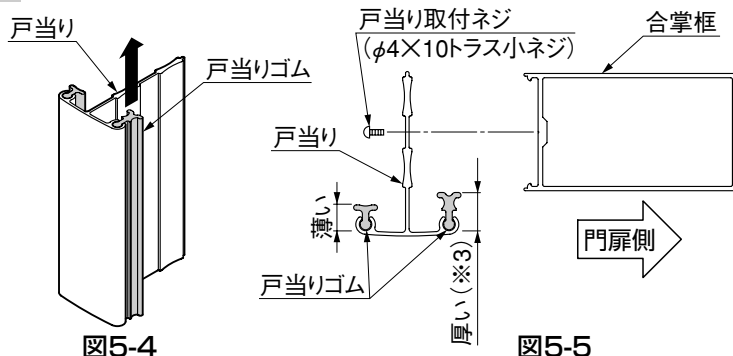
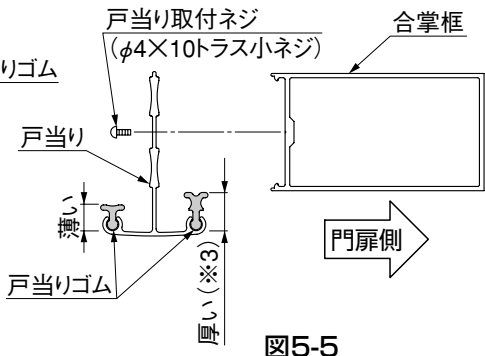

図5-4
図5-5
- 片開き用戸当りの場合は、戸当りゴムの部分に左右があります。(図5-4、図5-5参照)
- 1 戸当りゴムは矢印の方向に動かすと外れますので(図5-4参照)、厚い戸当りゴム(※3)が門扉合掌框側にくるように組換えてください。